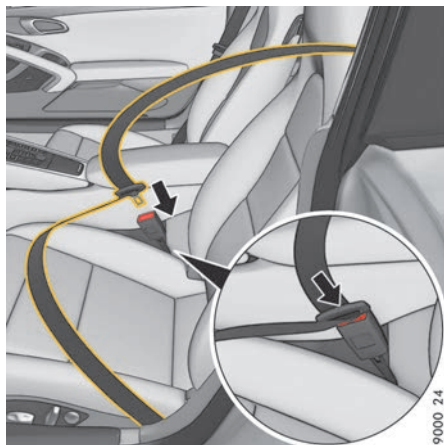

Fig. 29 : Mise en place de la ceinture de sécurité
4. Introduisez la languette de verrouillage dans la boucle de ceinture correspondante, du côté intérieur du siège, jusqu'à ce que vous entendiez un déclic (fig. 29).